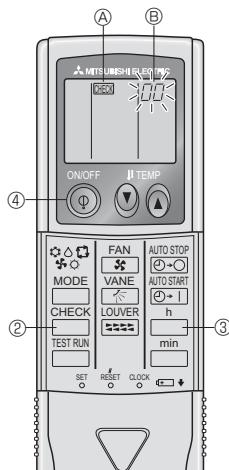

Fig. 7-4
7.3.2. Para controlo remoto sem fio (Fig. 7-4)
- ① Ligue a alimentação.
- ② Prima duas vezes o botão **CHECK**.